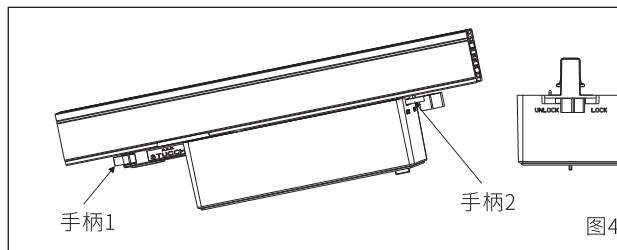

图4
5.逆时针旋转手柄1至卡死位置，然后逆时针旋转手柄2至“LOCK”位置及将灯具固定完成（图4）。